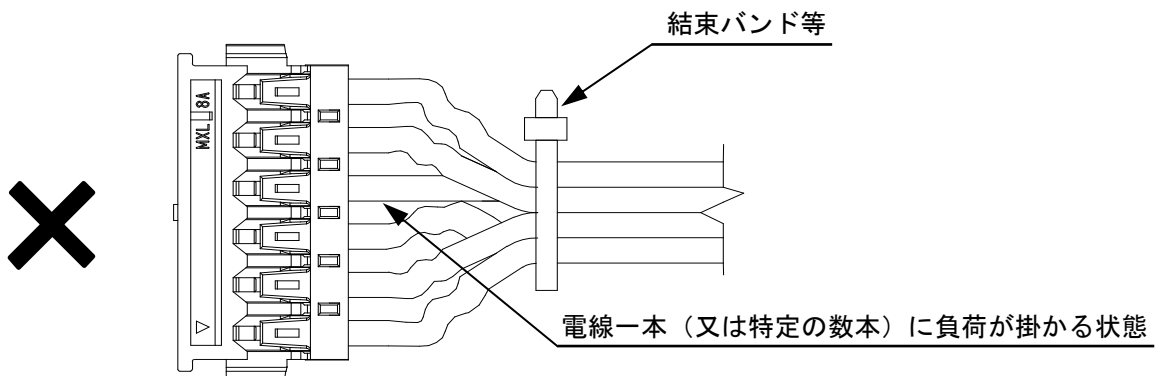

Fig.7 不適切なハーネス結束状態
- ② ハーネス品で、電線一本（又は特定の数本）に力が加わらない様にして下さい。(Fig.7)